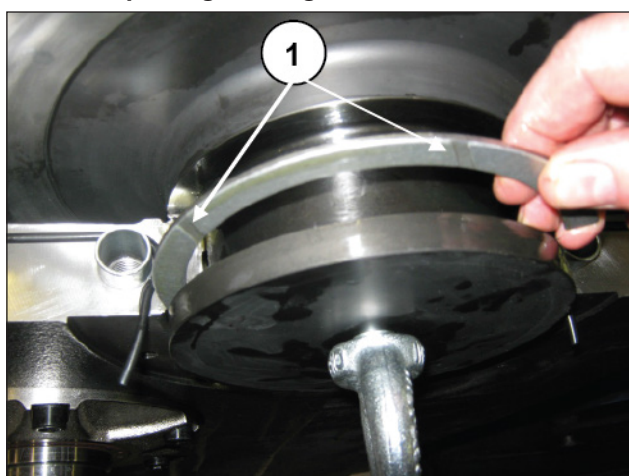

Fig. 101
Les bagues de butée doivent être montées en positionnant les gorges de lubrification vers les butées intérieures et extérieures du vilebrequin (rep. ①, Fig. 99 et Fig. 101).